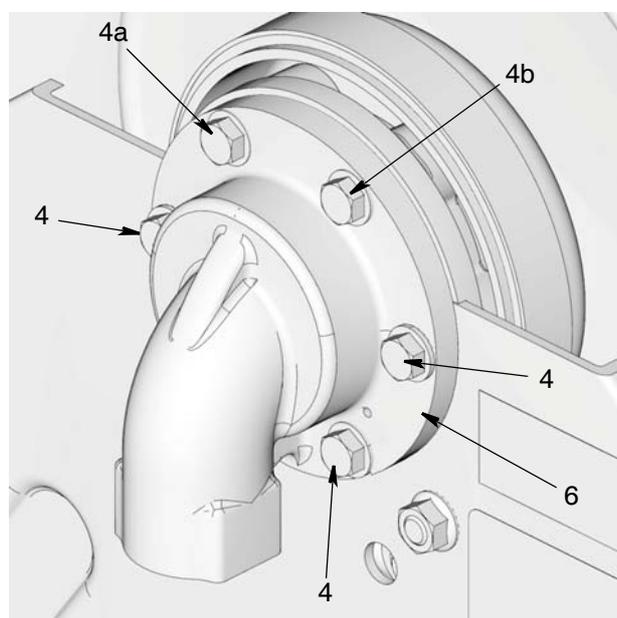

FIG. 3
Pour les étapes suivantes, consultez la FIG. 3.
5. Placez tout d'abord les 2 boulons supérieurs (4a et 4b), tel qu'indiqué à la FIG. 3. Serrez les boulons suffisamment pour maintenir l'ensemble en place.
6. Installez ensuite les boulons restants (4). Serrez d'abord tous les boulons manuellement puis à un couple entre 33,9 et 47,45 N•m (entre 25 et 35 pi-lb).